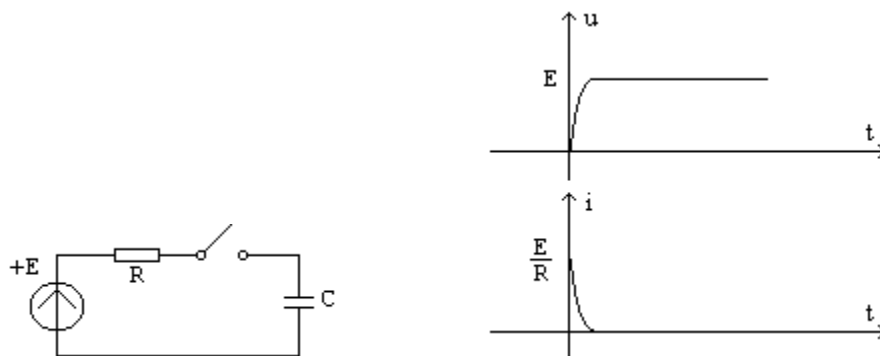

Figura 5.2: Circuit de încărcare a condensatorului. Forma tensiunii și curentului în regim tranzitoriu și în regim staționar
În cazurile simple, când condensatorul descărcat este cuplat la o sursă de tensiune constantă, curentul de încărcare variază brusc: la început are valoare mare (limitată de rezistențele din circuit), apoi scade rapid spre 0, când tensiunea pe condensator a devenit egală cu cea a sursei. Se spune că condensatorul se încarcă pe durata regimului tranzitoriu (curentul variază) și că rămâne într-o stare constantă (neschimbată), pe durata regimului staționar (curentul este constant). Forma de variație a curentului de încărcare este cea din figura 5.2. Nu se neglijează rezistența internă a sursei, deoarece ea este cea care limitează valoarea de vîrf a curentului.
N.B. Nimic nu se întîmplă instantaneu, în circuitele electronice! Orice regim staționar este precedat de unul tranzitoriu (vezi graficele din figura 5.2).